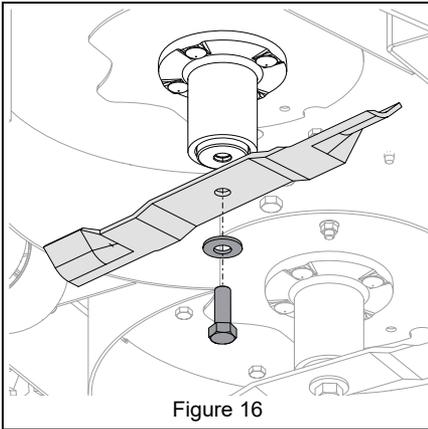

Figure 16
3. Retirer la visserie qui fixe les lames aux axes et retirer les lames. Conserver toute la visserie pour le remontage. Voir Figure 16.
Voir Figure 16.